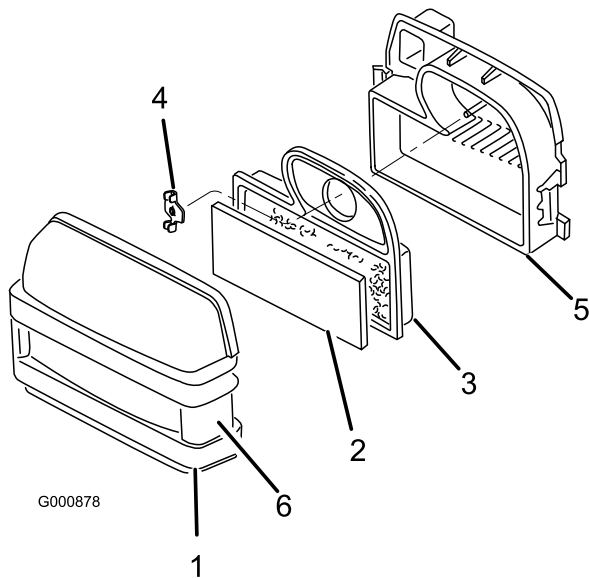

Figure 20
3. Nettoyez la surface autour du filtre à air pour éviter que des impuretés ne s'introduisent dans le moteur et l'endommagent. Dégagez les deux fixations latérales et déposez le couvercle du filtre à air (Figure 20).
4. Sortez délicatement l'élément en mousse de l'élément en papier (Figure 20).
5. Dévissez l'écrou à oreilles et retirez l'élément en papier (Figure 20).